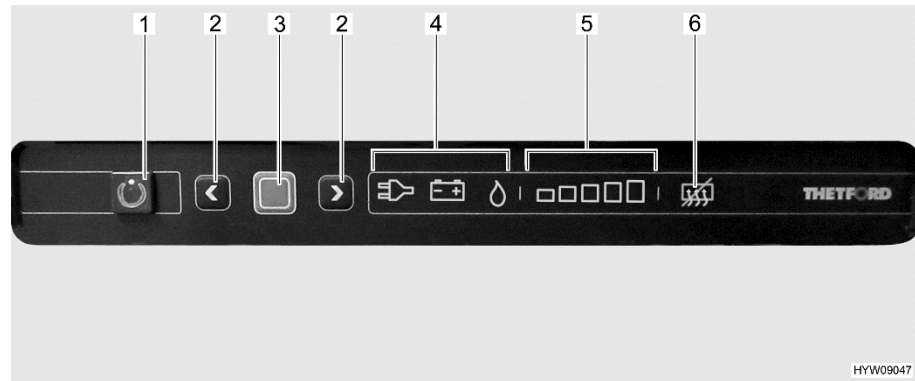

Fig. 173 Elementi di comando (frigorifero Thetford)
La modalità di funzionamento attuale è indicata da un simbolo luminoso (Fig. 173,4) sulla centralina di controllo.
Dopo l'accensione il frigorifero seleziona automaticamente la regolazione del termostato selezionata per ultimo. Questa impostazione può essere modificata manualmente con i tasti freccia (Fig. 173,2). Le barre luminose dell'indicatore del livello di refrigerazione (Fig. 173,5) visualizzano la temperatura selezionata sul termostato. Con i tasti freccia viene regolata la temperatura di refrigerazione per tutti i tre tipi di energia. Ci vogliono alcune ore prima che il frigorifero raggiunga la temperatura normale di esercizio. Cambiando la modalità di funzionamento la regolazione del termostato non viene modificata. La temperatura di refrigerazione è indipendente dal tipo di energia utilizzata.
- Premere il tasto On/Off (Fig. 173,1) per 1 secondo. Il tasto (Fig. 173,1) si illumina di verde. Dopo ca. 10 secondi, l'indicatore viene attenuato per risparmiare energia.
- Premere il tasto di conferma (Fig. 173,3). L'impostazione attuale della modalità di funzionamento viene visualizzata.
- Se non è impostata la modalità di funzionamento a gas: Per modificare l'impostazione, premere il tasto di conferma (Fig. 173,3) per ca. 2 secondi.
- Selezionare la modalità di funzionamento a gas con i tasti freccia (Fig. 173,2). L'alimentazione del gas è ora aperta. L'accensione avviene automaticamente. È udibile un ticchettio fino a quando procedura di accensione non è stata portata a termine.
- Premere il tasto di conferma (Fig. 173,3) per ca. 2 secondi.
- Premere nuovamente il tasto di conferma (Fig. 173,3). Il livello di refrigerazione attuale viene indicato dalle barre luminose (Fig. 173,5).
- Per modificare l'impostazione, premere i tasti freccia (Fig. 173,2) fino a visualizzare l'impostazione desiderata.
- Premere il tasto On/Off (Fig. 173,1) per ca. 2 secondi. Tutte le spie si spengono. Il frigorifero è spento.
- Se non è impostata la modalità di funzionamento 230 V: Per modificare l'impostazione, premere il tasto di conferma (Fig. 173,3) per ca. 2 secondi.
- Selezionare la modalità di funzionamento 230 V con i tasti freccia (Fig. 173,2).
- Se non è impostata la modalità di funzionamento 12 V: Per modificare l'impostazione, premere il tasto di conferma (Fig. 173,3) per ca. 2 secondi.
- Selezionare la modalità di funzionamento 12 V con i tasti freccia (Fig. 173,2).
- Premere contemporaneamente entrambi i tasti freccia (Fig. 173,2) e tenerli premuti per 2 secondi. Il simbolo di disattivazione della funzione anti-condensa (Fig. 173,6) si illumina.
- Premere di nuovo contemporaneamente entrambi i tasti freccia (Fig. 173,2) e tenerli premuti per 2 secondi. Il simbolo di disattivazione della funzione anti-condensa (Fig. 173,6) si spegne.